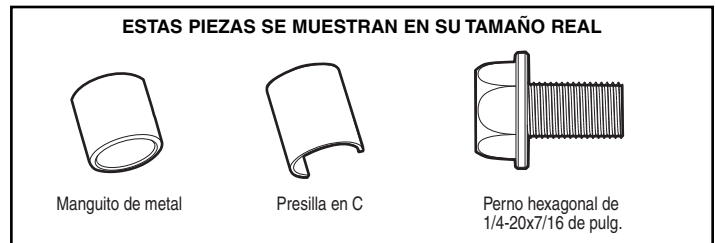

Figura 1
3. Sujete los tirones de soporte del carril al carril trasero. Introduzca sin apretar pernos hexagonales de 1/4-20x7/16" en los agujeros alineados del carril de extremo y el tirante de soporte del carril (Figura 1). No apriete con los dedos.